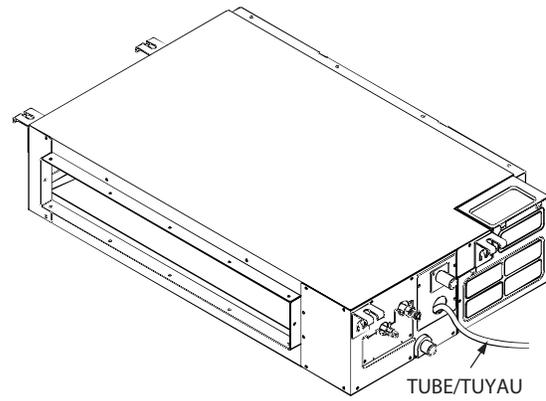

Figure 23 – Bout de tube
2. Utilisez un bout de tube ou de tuyau pour verser 70 oz d'eau dans le réservoir de la pompe de relevage de condensat (voir la figure 23).